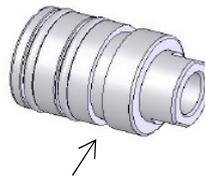

図5.六角ボルトの組付位置
1. 六角ボルトは図5（軸受）の矢印部の溝に固定させる構造となっています。
1. 図5の軸受部の六角ボルト組付位置と六角ボルトの位置を合わせて仮締めしてください。